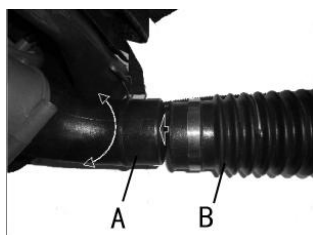
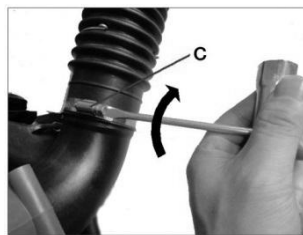

Fig.1
Fig.2
Mettre le collier de serrage (C) sur le tube flexible. Connectez le tube flexible (B) au tube de sortie du ventilateur (A) (Fig. 1), puis serrer le collier (C) (Fig. 2).